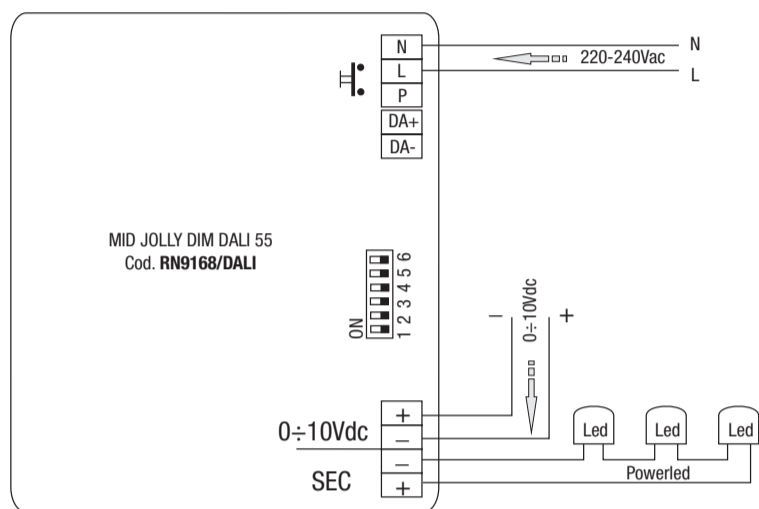

Fig. 4 - Regolazione BiLevel - BiLevel regulation
4) Funktion BiLevel - Abb. 4 - mit dieser Funktion kann
4) Función BiLevel - Fig. 4 - mediante un mando en la entrada del pulsador (p. ej. reloj), esta función permite reducir el nivel de luminosidad, colocando en cortocircuito la entrada 1-10Vdc.; al intervenir el mando la luminosidad se colocará al 50%, con mando abierto regresará al 100%. Se puede fijar el nivel con el generador 1-10 V (Ej. B).
4) Função BiLevel - Fig. 4 - esta função permite, através do comando de entrada do botão, por exemplo, relógio, reduzir o nível de luminosidade, fazendo uma ligação em ponte da entrada 1-10Vdc; através da operação de comando a luminosidade coloca-se a 50%, com comando aberto regressa a 100%. É possível definir o nível através do gerador 1-10Vdc (Es. B).
4) Funktion BiLevel - Fig. 4 - denne funktion gør det muligt at reducere lysniveauet, ved at betjene indgangsknappen i f.eks. uret, idet indgangen 1-10 Vdc kortsluttes, ved kommando vil lysstyrken komme på 50%, med åben kommando vil lysstyrken vende tilbage til 100%. Det er muligt at oprette niveauet ved hjælp af generatoren 1-10 Vdc (Es. B).